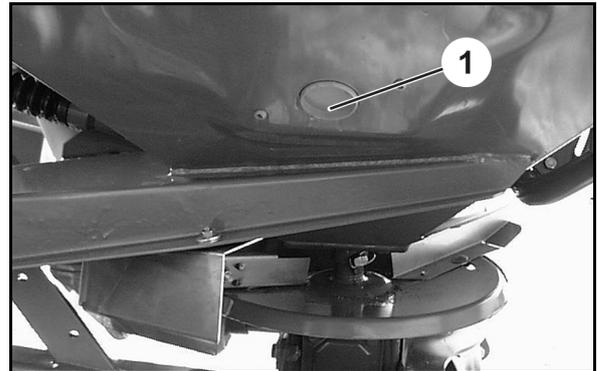

Fig. 43
1. Enlevez le bouchon en plastique (Fig. 43/1)